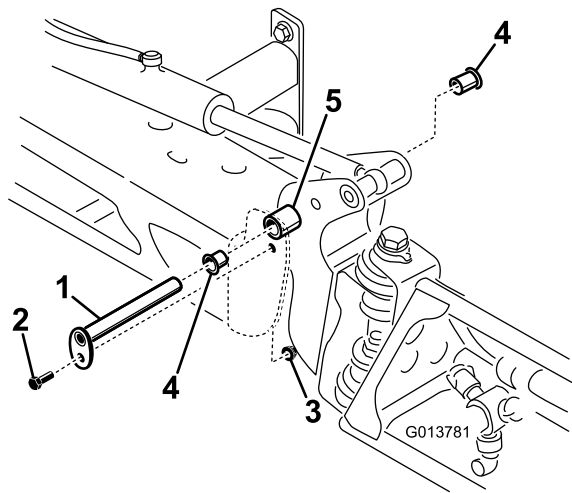

図 65
3. ブームを支えておきながら、ピボット・ピンをブームアセンブリに固定しているボルトとナットを取り外す(図 65)。ピボット・ピンを取り外す。
5. ナイロン・ブッシュを取り外し、ピボット・ブラケットの前面および後面側から見て点検する(図 65)。磨耗したり破損したりしている場合は交換する。
7. センター・フレームにブーム&ピボット・ブラケット・アセンブリを取り付け、開口部を整列させる(図 65)。